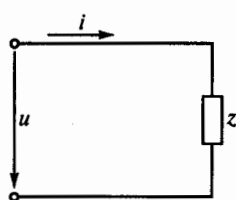

Рис. 101
**3.57.Р.** В схеме цепи на рис. 101 мгновенные значения напряжения и тока соответственно составляют  $u = 100 \sin(\omega t + 75^\circ)$ ,  $i = 2 \sin(\omega t + 120^\circ)$ . Каковы активная и реактивная мощности в этой цепи?